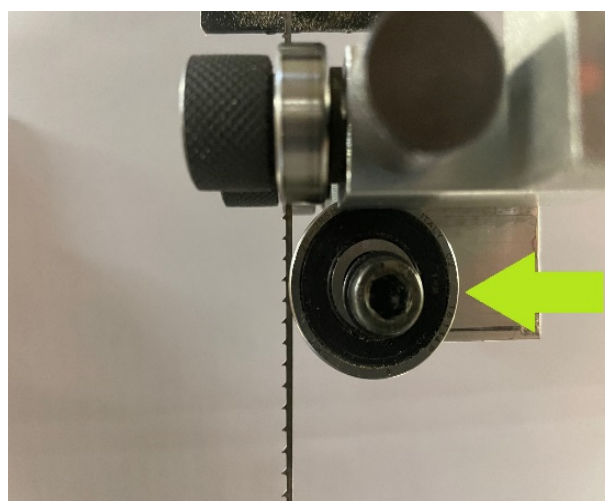

Figure 21
Démontez le roulement de découpe classique inférieur. (Manuel machine page 11 Fig.21)
- Le réglage final s'effectue en desserrant la vis du roulement et en le faisant avancer contre le ruban jusqu'à ce que le dos du ruban soit guidé à l'intérieur de la rainure droite du roulement. (Fig 21)